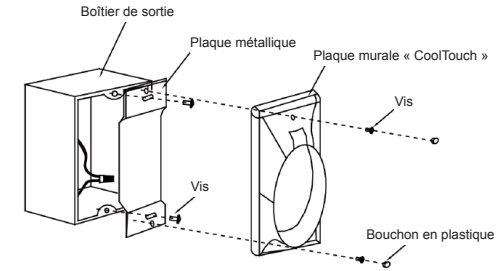

Fig. 26
**Étape 2.** Installez la plaque métallique et la plaque murale « CoolTouch » sur la boîte de prise murale existante avec les 4 vis fournies. Placez ensuite les deux chevilles en plastique dans la plaque murale. (Fig. 26)